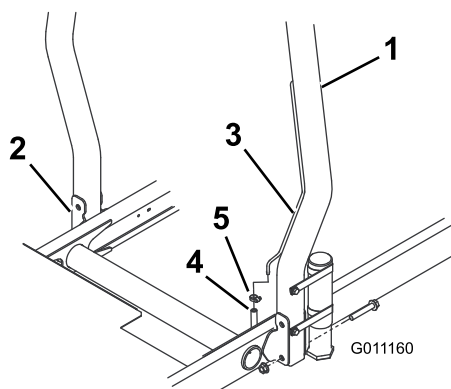

図 9
1. ROPS を機体の固定穴に差し込み、取り付け穴を整列させる。ROPSについている換気管が機体の左側にくるように配置すること（図 9）。
2. ROPS のそれぞれの側をフランジヘッド・キャップ スクリューとロックナット（各 2）で固定する（図 9）。60 ft-l bs (8.3 kg.m) にトルク締めする。